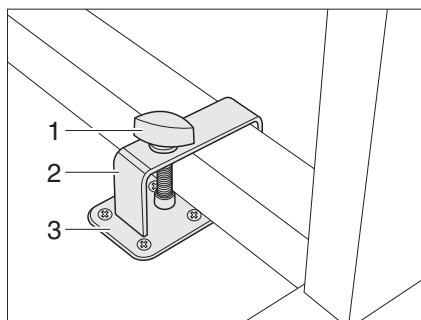
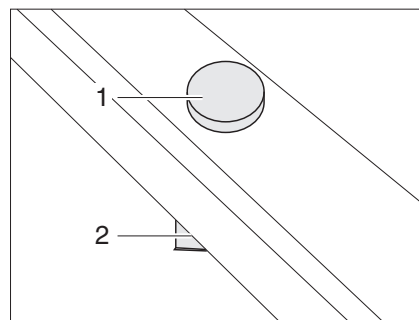

Fig. 76 Bloqueo mesa abatible con estribo
Fig. 77 Bloqueo mesa abatible sin estribo
- Colocar la mesa abatible junto a la sujeción (Fig. 76,3) o sobre la sujeción (Fig. 77,2).
- Colocar el estribo (Fig. 76,2) con el tornillo de sujeción (Fig. 76,1) sobre la pata de la mesa.
- Desplazar el estribo y de ser necesario la mesa abatible de tal manera que el tornillo de sujeción (Fig. 76,1 ó Fig. 77,1) pueda atornillarse en la sujeción (Fig. 76,3 ó Fig. 77,2).